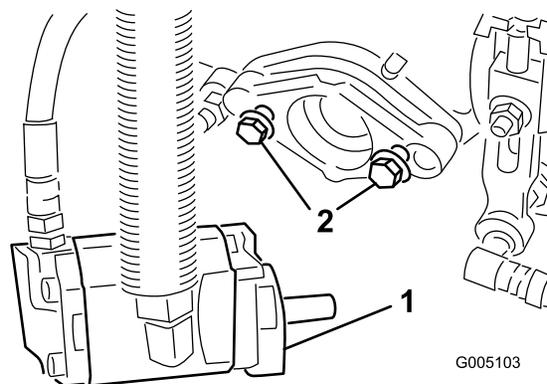

Figure 10
- Veillez à laisser environ 13 mm (1/2 po) de filetage exposé sur chaque boulon de montage de moteur d'entraînement de cylindre (Figure 10).
- Resserrez les boulons de montage (Figure 10).